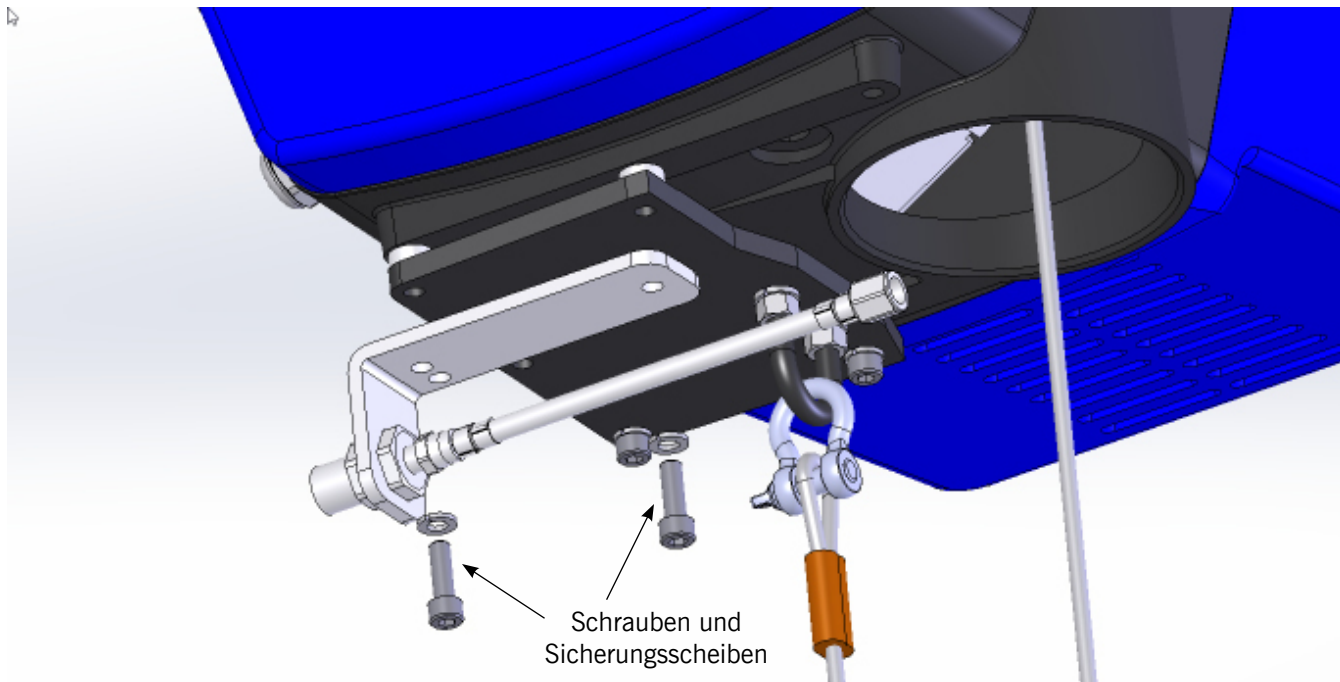

Abbildung 2-5G1. Luftschlauch-Verstärkungsplatte.
- 5H.2. Die Halterung muss so bemessen sein, dass sie zum Griff passt, den sie halten soll, und steif genug ist, um den auf sie ausgeübten Kräften standzuhalten (**Abbildung 2-5H1**).